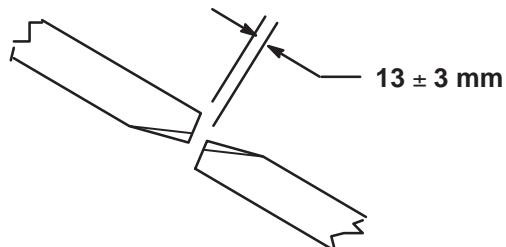

Bild 20
Für den ordnungsgemäßen Betrieb des Mähwerks muss ein 13 ± 3 mm Abstand zwischen den Messerspitzen des seitlichen und mittleren Mähwerks bestehen (Bild 20).
- Drehen Sie ein mittleres und ein daneben befindliches seitliches Messer, sodass die Messerspitzen ausgerichtet sind. Messen Sie den Abstand zwischen den Messerspitzen, der Abstand sollte ungefähr 13 ± 3 mm betragen (Bild 20).